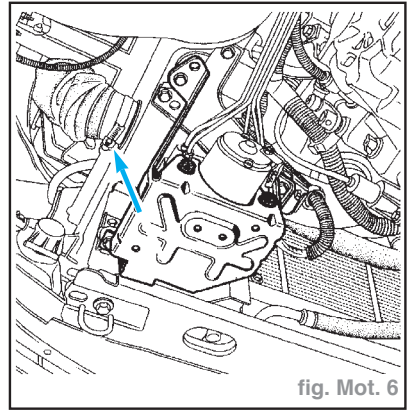

fig. Mot. 6
- Déposer le manchon intermédiaire d'aspiration d'air du longeron (fig. Mot. 6).